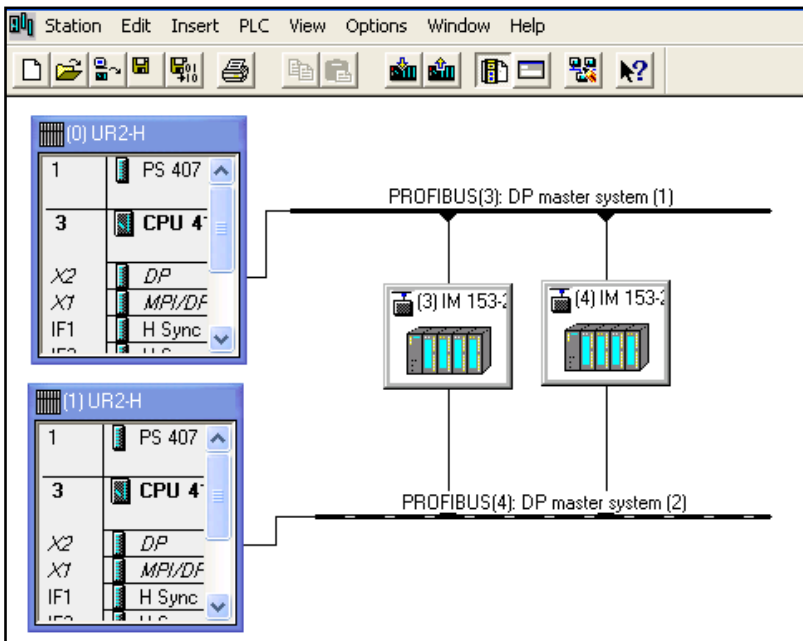

图 4-3 配置 H 站硬件
(2).在硬件组态中,按实际硬件组态 CPU417-4H,ET200M 及相关网络,编译存盘,下载硬件组态,图 4-3 所示: